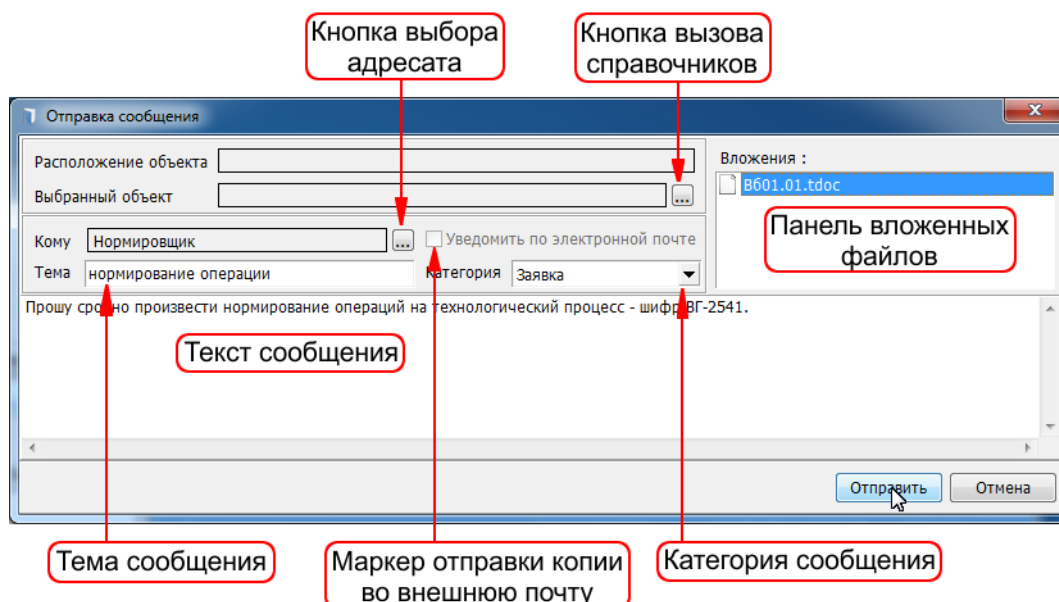

Рис. 2.12. Окно отправки сообщения
- Нажмите кнопку **Создать** на инструментальной панели для вызова окна **Отправка сообщения** (Рис. 2.12);